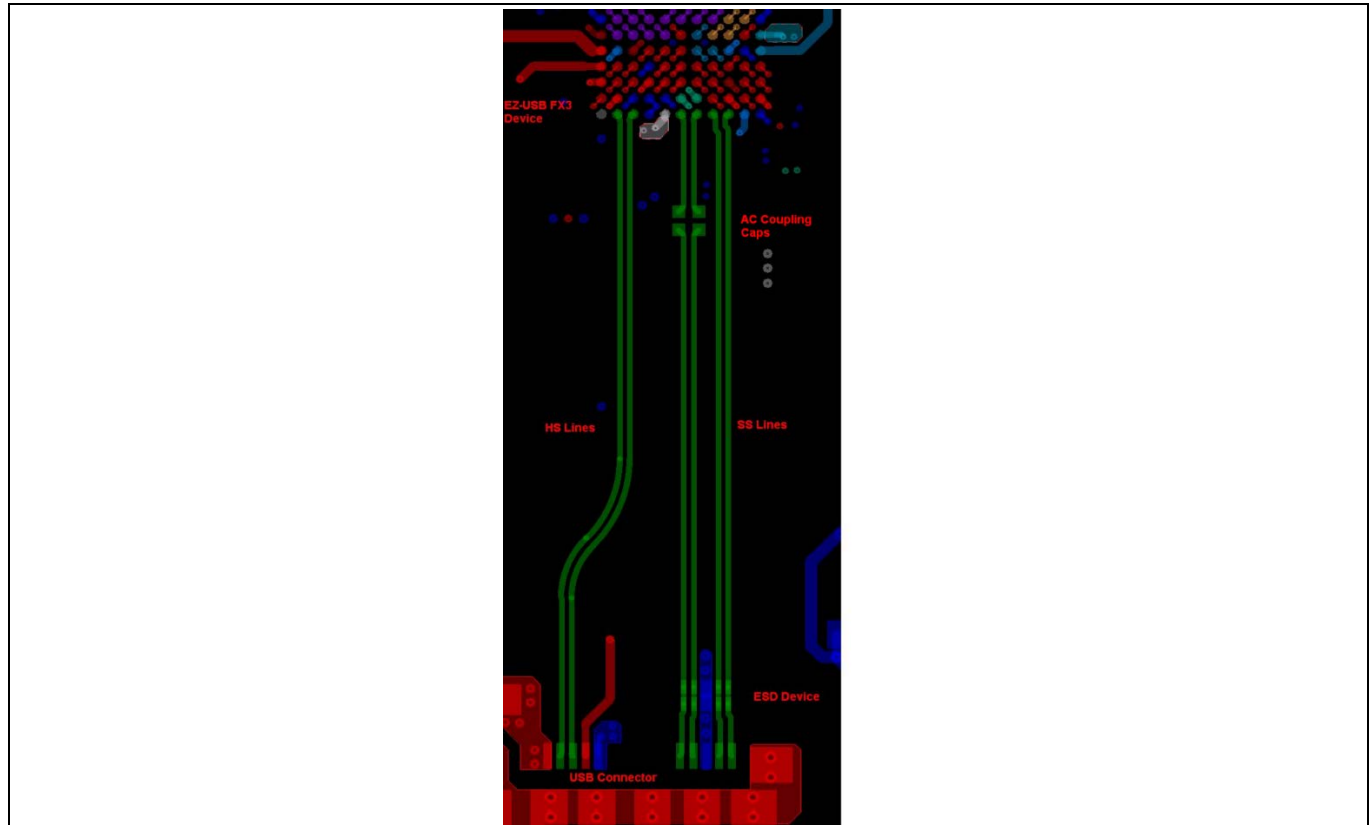

Figure 36 USB 信号のレイアウト例
- Figure 36 は EZ-USB™ FX3 デバイスから USB3.0 マイクロ B レセプタクルへの USB 信号の配線を例示します。各差動ペアは配線全体で均一に維持する必要があります。AC カップリングコンデンサはできる限りデバイスの近くに配置します。ESD デバイスはできる限りレセプタクルの近くに配置します。